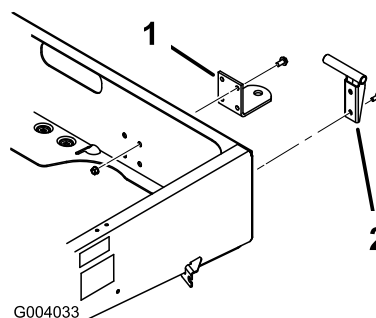

Figura 8
2. Alinhe o engate pelos orifícios de montagem no chassis. Fixe o engate com os parafusos e as porcas (Figura 8).
2. Monte o apoio de articulação esquerdo no canto posterior esquerdo do chassis com 2 parafusos de cabeça flangeada (3/8 x 1 polegada). Aparafuse os parafusos a 22 Nm. Coloque o apoio (Figura 8).